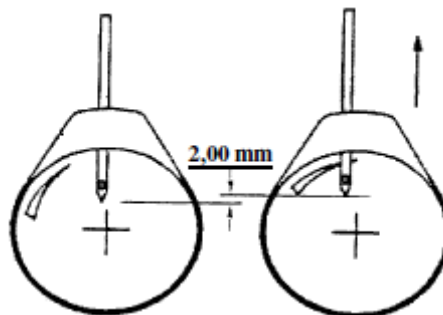

Figura 14
- ✓ Gire a Polia Sincronizadora Superior, no sentido de giro da máquina, até que a ponta da Lançadeira fique posicionada acima do furo da Agulha, figura 14;